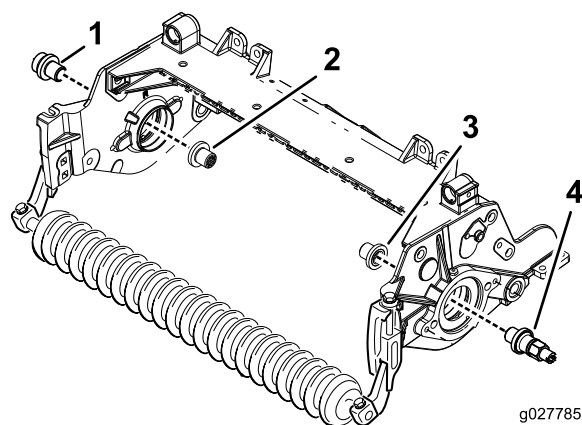

图6
12. 使用滚刀驱动轴工具，从滚刀轴两端拆下花键插入件并丢弃（图6）。使用滚刀驱动轴工具，零件号 TOR4112 适用于型号 03401 和 03402，而零件号 TOR4074 则适用于型号 03403 和 03404。清洁插放花键插入件的螺纹孔外的所有润滑脂。
13. 将新（更长）的内花键插入件安装至滚刀轴的滚刀马达侧（图6）。在螺纹上涂上蓝色乐泰胶，上紧扭矩至 115.5~129Nm
14. 安装驱动轴插入件（图6）。在螺纹上涂上蓝色乐泰胶，上紧扭矩至 115.5~129Nm